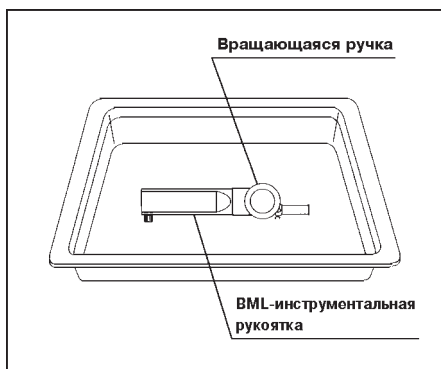

Рис. 5.3.
6. Полностью погрузите BML-инструментальную рукоятку в раствор моющего средства таким образом, чтобы вращающаяся ручка находилась сверху (см. рис. 5.3).